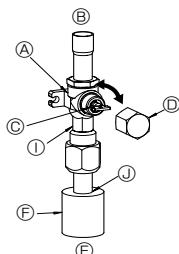
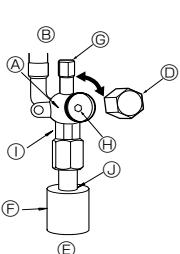

Fig. 4-5
Fig. 4-6
(1) Для газа (Fig. 4-5)
- ① Снимите колпачок, потяните ручку на себя и поверните на 1/4 оборота против часовой стрелки для открытия.
- ② Убедитесь в том, что запорный кран полностью открыт, надавите на ручку и поверните колпачок в первоначальное положение.
(2) Для жидкости (Fig. 4-6)
- ① Снимите колпачок и поверните шток золотника против часовой стрелки до упора, используя для этой цели 4 мм шестиугольный гаечный ключ. Прекратите поворачивать шток в момент, когда тот достигнет стопора. (φ9,52: Приблизительно 10 оборотов)